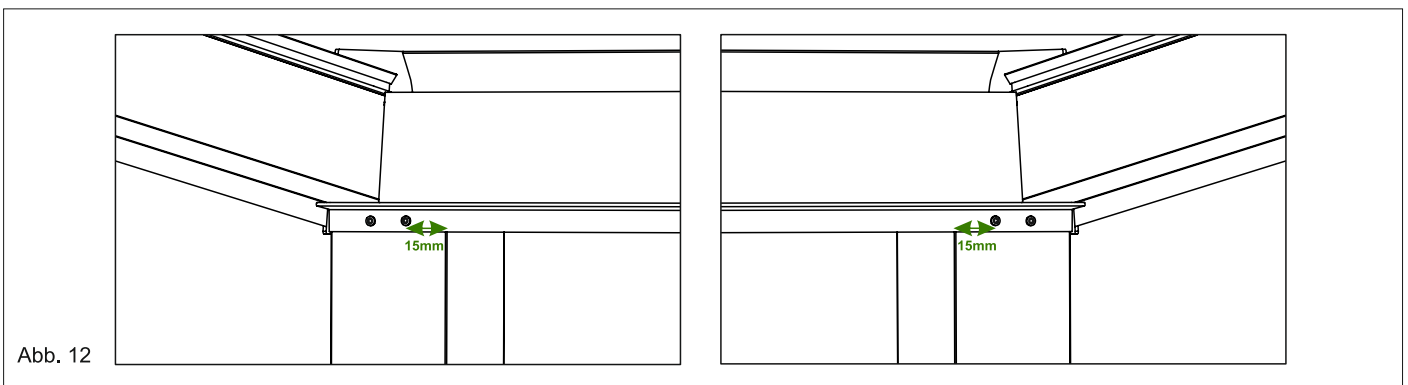

Abb. 12
9. Sparrenabdeckprofile werden nach der Montage mit den Schrauben 4,2x38mm verschraubt. Um das Verschrauben zu vereinfachen, bohren Sie die Abdeckprofile mit einem 3mm Metallbohrer vor. Siehe Abb. 12.
A) B) 10. Wenn beide (oder je nach Ausführung alle Pfosten) Pfosten an der Rinne festverschraubt sind, prüfen Sie bitte erneut, ob die Pfosten und die Rinne in der Waage stehen. Wenn ja, verschrauben Sie jeden Pfosten mit einer weiteren Schraube an die Rinne fest. Achten Sie bitte drauf auf den gleichmäßigen Abstand zwischen den Schrauben. Diese Schrauben bleiben sichtbar und beeinflussen damit die Optik Ihrer Terrassenüberdachung. Siehe Abb. 12.